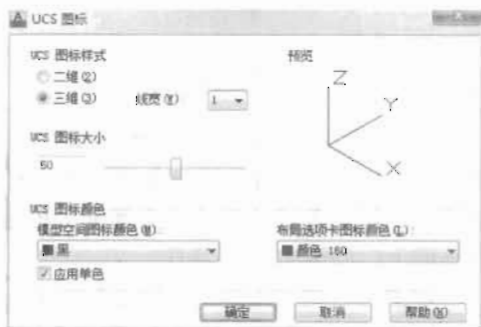

图 12-12
(1) 开(ON): 选择“开(ON)”时, 将在当前视口显示坐标图标。
(2) 关(OFF): 选择“关(OFF)”时, 将在当前视口不显示坐标图标。
(3) 全部(A): 选择“全部(A)”时, 将改变所有视口的坐标图标。
(4) 非原点(N): 选择“非原点(N)”时, 只在屏幕左下角显示坐标图标, 而不管坐标图标是否位于坐标原点。
(5) 原点(OR): 选择“原点(OR)”时, 将在坐标原点显示坐标图标。
(6) 特性(P): 选择“特性(P)”时, 系统将弹出如图 12-12 所示的“UCS 图标”对话框。